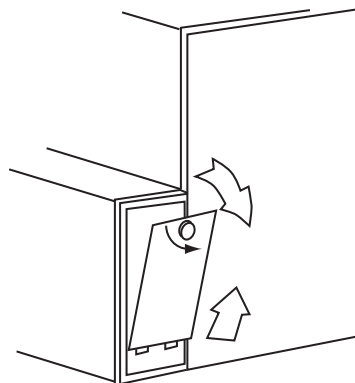

Figure 20 – Retrait de la porte du boîtier de filtre de soufflante latérale
- a. Retirez la porte du boîtier de filtre. (Consultez les figures 20 et 21.)